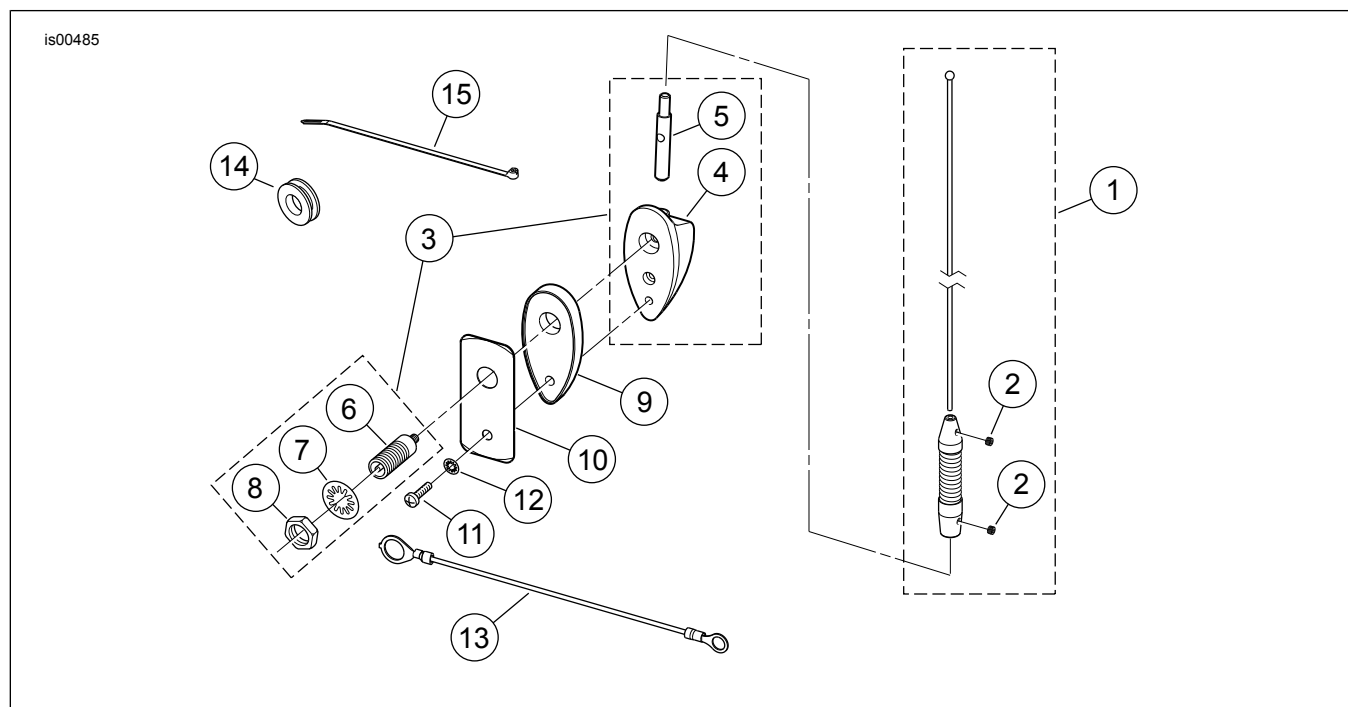

Figura 4. Peças de reposição, antena AM/FM para montagem na Tour-Pak
Veja a Figura 4 e a Tabela 1.
1. Veja a Figura 4. Pegue o conjunto da base da antena (3) do kit. Remova a porca hexagonal (8) e a arruela de pressão com denteado interno (7) do conjunto do plugue (6) na base.
2. Monte a gaxeta da base (9) na base da antena.
3. Com o prisioneiro do mastro da antena (5) voltado **para cima**, posicione o conjunto da base sobre os furos feitos anteriormente na parede externa traseira da Tour-Pak. Certifique-se de que o conjunto do plugue (6) passe através do furo maior (na parte superior).
4. Posicione a placa de reforço da antena (10) dentro da Tour-Pak. Pegue o cabo de ligação à terra (13) do kit e coloque o terminal de anel grande sobre o conjunto do plugue. Use a porca hexagonal (8) e a arruela de pressão (7) para fixar o cabo de ligação à terra ao conjunto do plugue, mas não aperte totalmente por enquanto.
6. Instale o parafuso TORX® (11) e a arruela de pressão pequena (12) através do furo menor (parte inferior) da placa de reforço da antena na base da antena. Aperte o parafuso com firmeza. Aperte a porca hexagonal com firmeza.
7. Parafuse o conjunto do mastro da antena (1) no adaptador da base da antena (5) e use uma chave hexagonal de 2 mm para apertar com firmeza o parafuso de fixação na parte inferior do conjunto do mastro para mantê-lo no lugar.